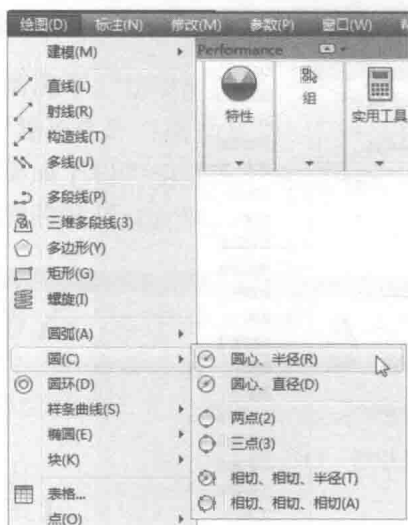

图 1-7 带有子菜单的菜单命令
- (1) 带有子菜单的菜单命令。这种类型的菜单命令后面带有小三角形。例如，选择菜单栏中的“绘图”→“圆”命令，系统就会进一步显示出“圆”子菜单中所包含的命令，如图 1-7 所示。